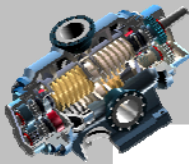

图 6.2.6 “文本样式”对话框
(1) 单击 **样式** 按钮右侧的  按钮，此时系统弹出图 6.2.6 所示的“文本样式”对话框，然后将上一步输入的文本“设计”选中。
(2) 在 **字符** 区域中取消选中 ☐ 默认 复选框，然后在 **字体** 下拉列表中选择 **font_chinese_cn** 选项。
(3) 在 **高度** 文本框后取消选中 ☐ 默认 复选框，在文本框中输入文本高度值 5。